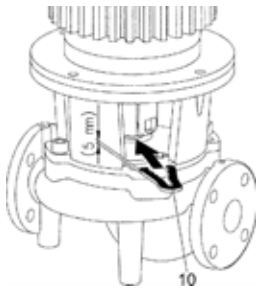

Fig. 18: Horquilla de montaje para trabajos de ajuste
¡En todos los trabajos de montaje, para ajustar la posición correcta del rodete en la carcasa de la bomba es necesario utilizar una horquilla de montaje (Fig. 18, pos. 10)!